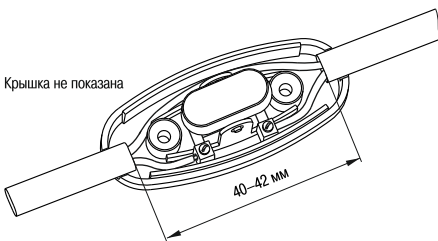

Рисунок 2 – Монтаж выключателей ВБ-01Б и ВБ-01Ч
5.3 На предполагаемом месте установки с помощью ножа, как указано на рисунке 2, разделить жилы провода на длине 40–42 мм, развести жилы в стороны (рис.2).